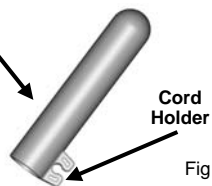

Fig 6
- Lors de l'usage de l'aspirateur, mettez le cordon dans la pince à cordon afin que le cordon ne vous nuise pas. (Fig. 6)
- When using the vacuum, attach the cord to the cord holder so that the cord is out of the way when you are vacuuming. (Fig. 6)